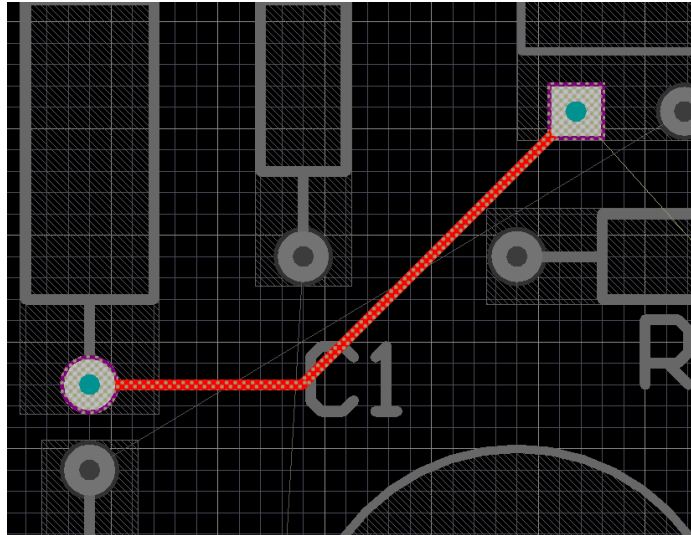

Рис. 5.21
9) Виконайте команду **Place-Interactive Routing**. Оберіть на свій розсуд шар **Top Layer** або **Bottom Layer**. Натисніть лівою кнопкою миші в центрі одного з підсвічених контактів та прокладіть провідник до іншого підсвіченого контакту послідовно натискаючи лівою кнопкою миші на вузлах маршруту провідника (Рис. 5.21).